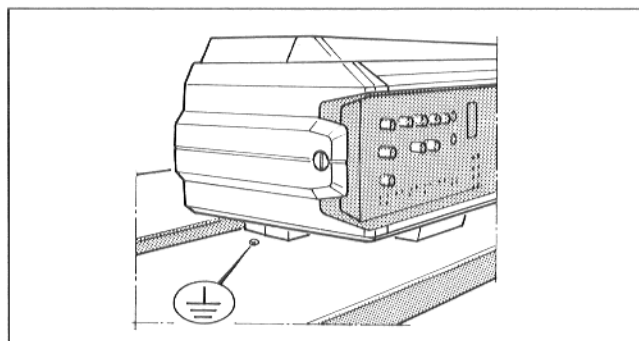

Рис. 43
- Защитный провод (желто-зеленый) должен быть в следующем порядке привинчен в отверстие  $\oplus$ : кожух котла, зубчатый диск, защитный провод, винт для листового металла (см. рис. 43).